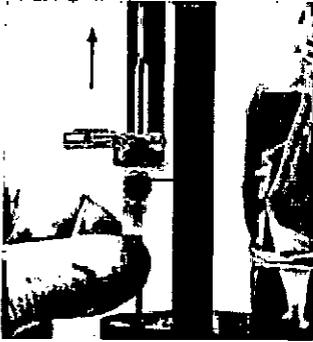

Figura 87
31. Levante el tubo de inserción de guía. (Ver Figura 87)
32. Sujete con las pinzas recubiertas de goma al lado del cráneo. (Ver Figura 87)